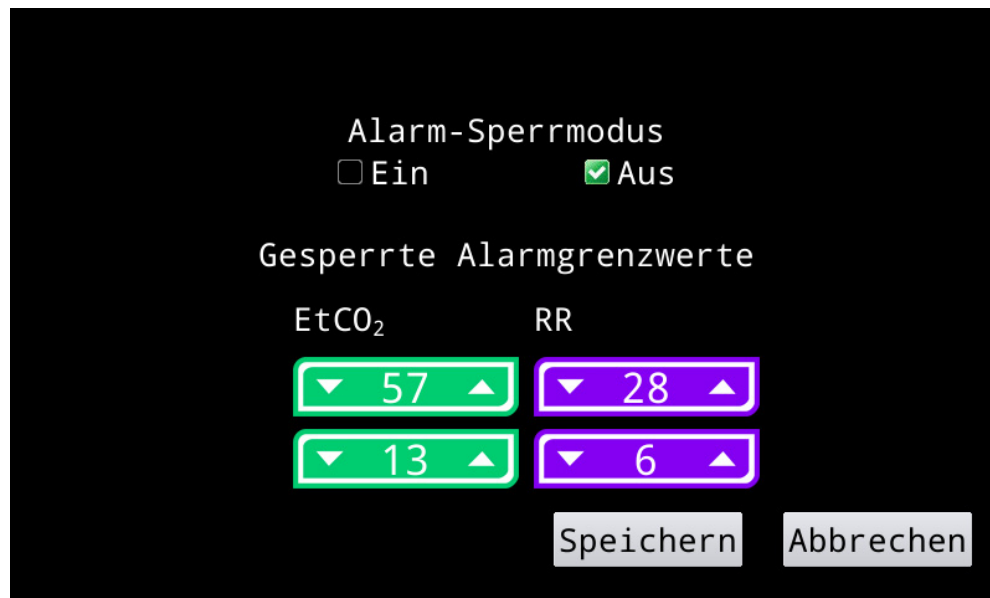

Abbildung 11. Anzeige „Alarm-Sperrmodus“
1. Im Konfigurationsmenü auf **Alarm-Sperrmodus** drücken. Die Anzeige „Alarm-Sperrmodus“ (Abbildung 11) wird angezeigt.